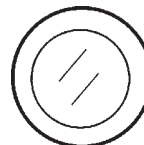

Figura 39. Botón de precalentamiento
1. En condiciones de clima frío, presione y sujete el botón de precalentamiento (Figura 39) por un mínimo de 50 segundos para iniciar el sistema de precalentamiento.